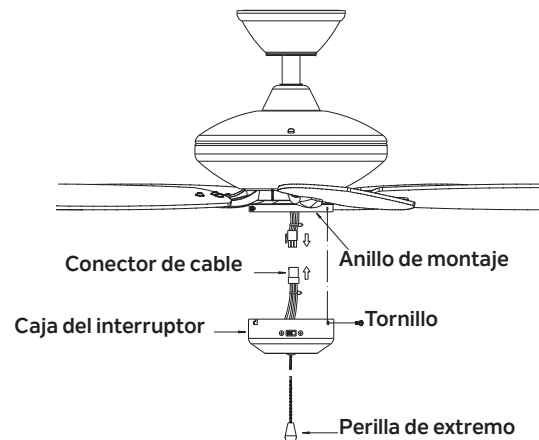

Fig. 15
Paso 1. Sosteniendo la caja del interruptor debajo del ventilador de techo, aplica presión a los conectores cuadrados para cables para juntarlos. Uno desde el ventilador y otro desde la caja del interruptor. (Fig. 15)
Paso 2. Con cuidado mete todos los cables dentro de la caja del interruptor. Instala la caja del interruptor en el anillo de montaje con los tornillos incluidos. Asegúrate de que cada tornillo quede ajustado. (Fig. 15)